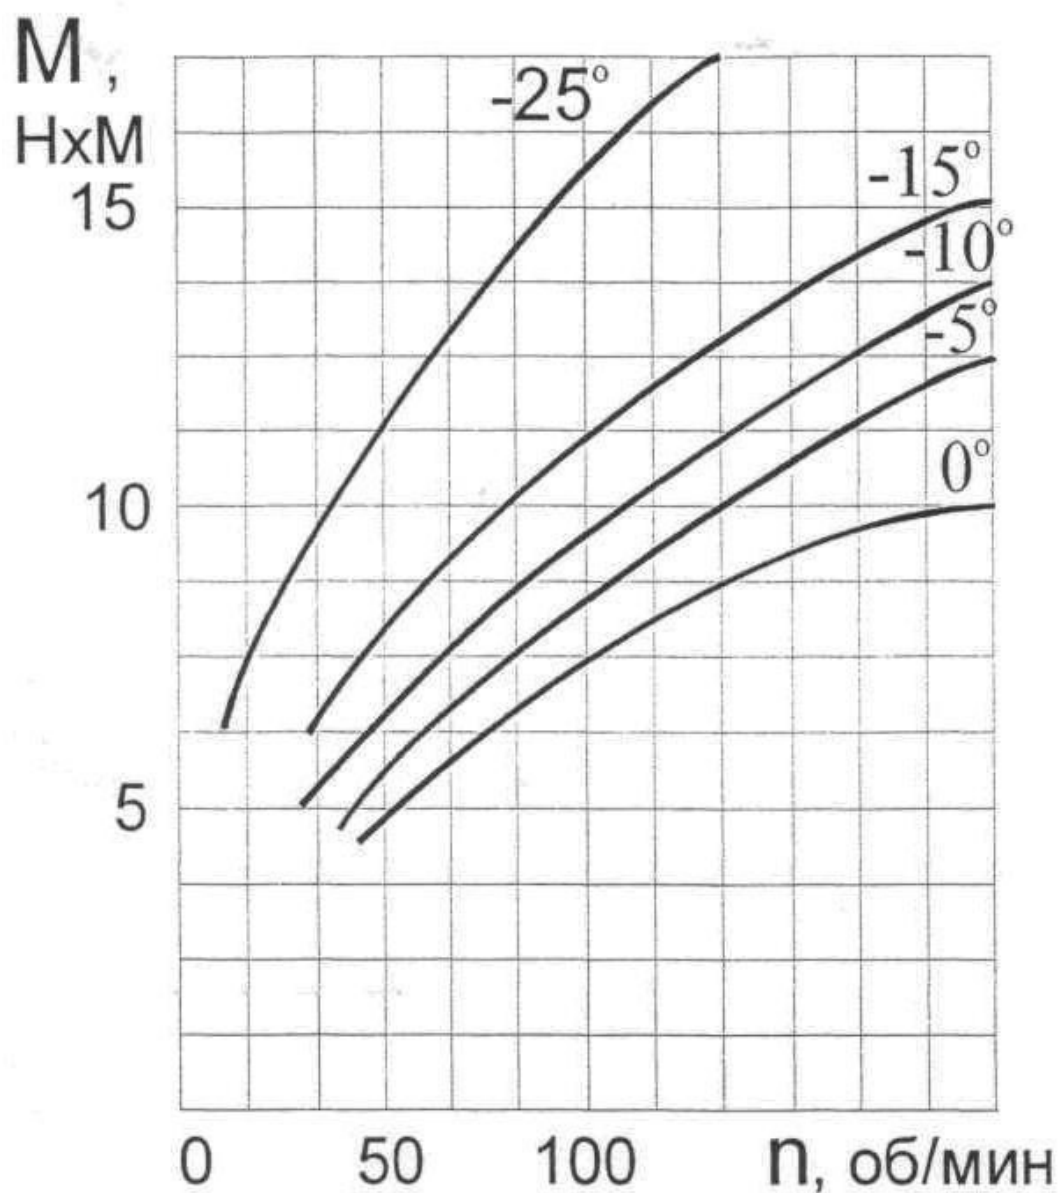

Рис.3. Моменты сопротивления ДВС
5. Определить возможные частоты прокручивания коленчатого вала двигателя с известными моментами сопротивления (рис. 3).
8. Перерисовать в масштабе график (рис. 3) и построить кривую $M_{ст} = f(n_{ст})$. Точки пересечения этой кривой с кривыми момента сопротивления двигателя дадут значения